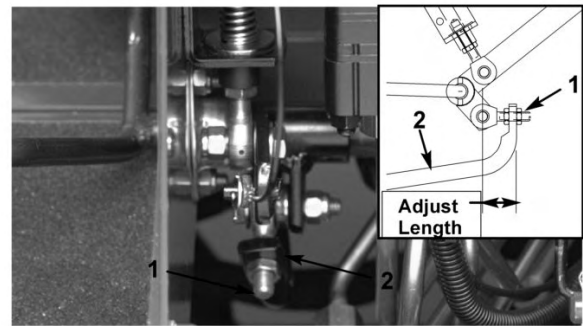

Bild 49
4. Stellen Sie die Bundmuttern am Pumpenstangenende ein, um die Pumpensteuerungsstange nach vorne zu verschieben, um ein Verschieben nach vorne zu vermeiden, oder um die Pumpensteuerungsstange nach hinten zu verschieben, um ein Verschieben nach hinten zu vermeiden (Bild 49).